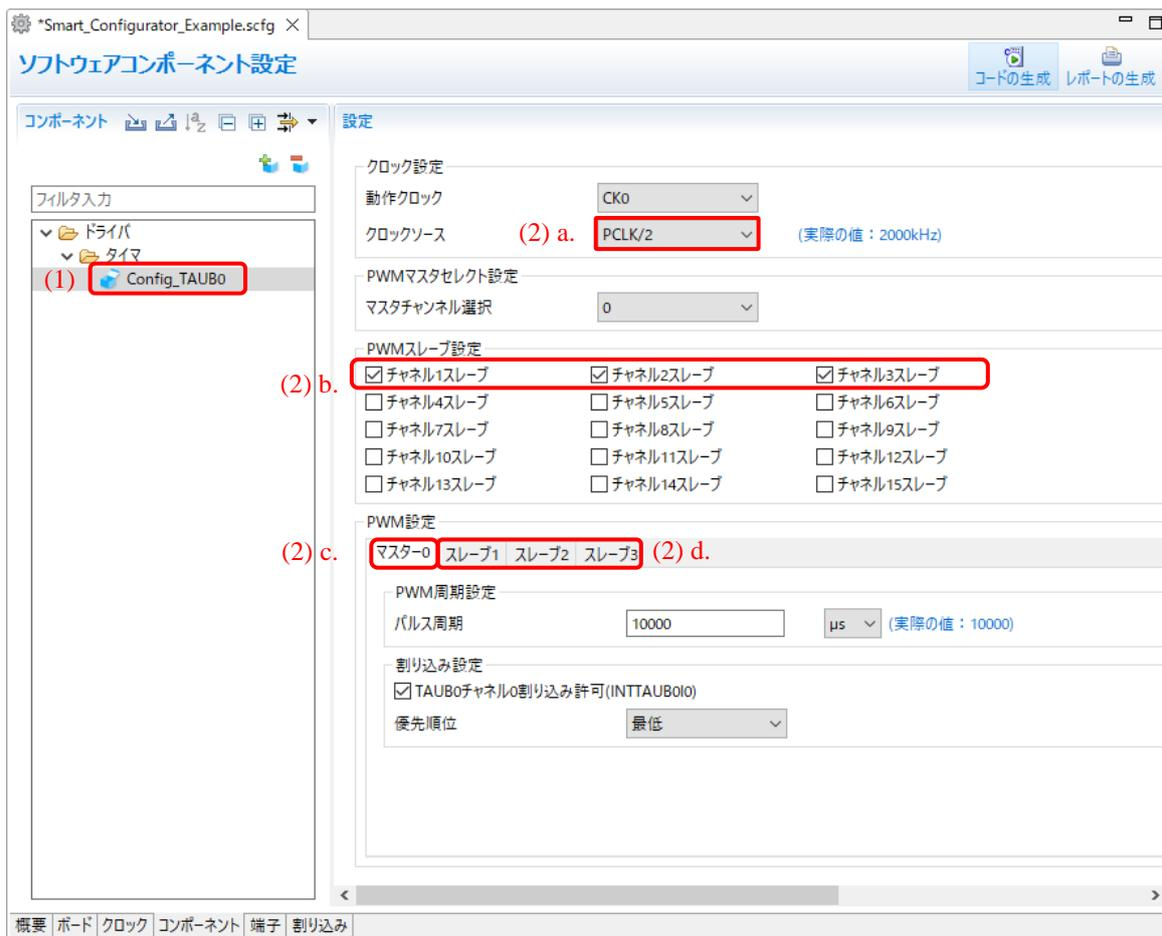

図 4-18 コンポーネントのコンフィグレーション設定
- (1) コンポーネントツリーにある コンポーネントをクリックします。(例: Config_TAUB0)
- (2) 右側の設定パネルでコンフィグレーションを設定します。図 4-18 は例です。